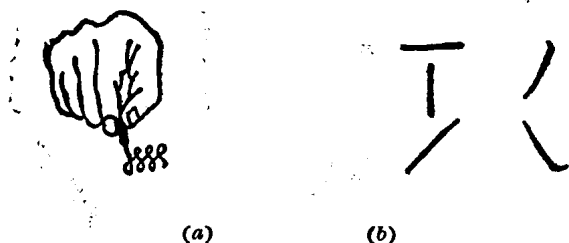

图 2-11 笔尖修磨后的检验
d. 在纸上试写 8 字，检验其圆滑与均匀程度，见图2-11(a)；
e. 在纸上写横竖撇捺，检验笔迹的粗细度及笔尖的出锋能力，见图2-11 (b)。